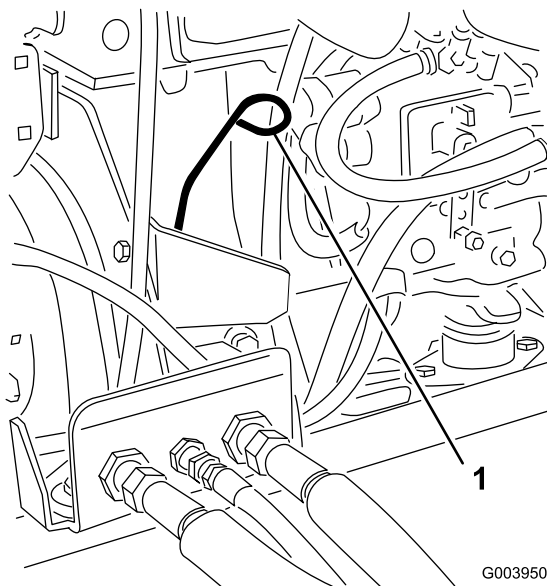

Figura 28
3. Retire a vareta, limpe-a e volte a colocá-la (Figura 28).